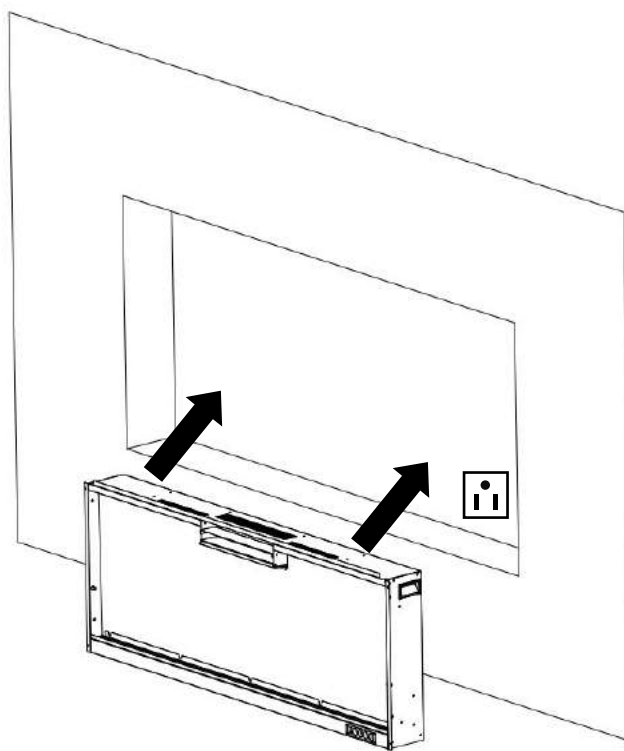
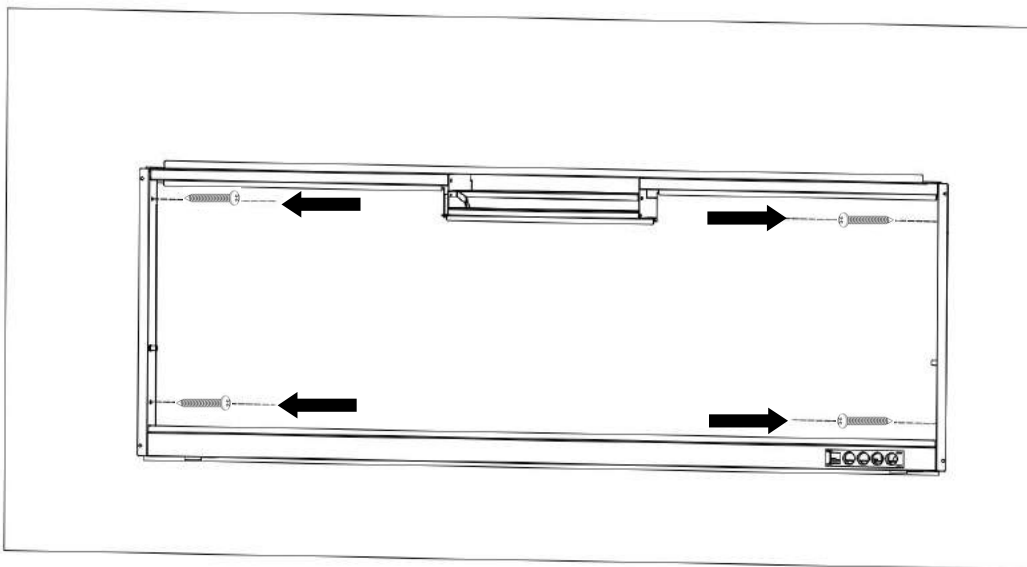

Fig. 2-3
Fig. 2-4
E. Poproś dwie dorosłe osoby, aby podniosły kominek i włożyły go do ramy wstępnej, a następnie zabezpieczyły go, instalując 4 wkręty do drewna (B) przez otwory (rys. 2-3, rys. 2-4).